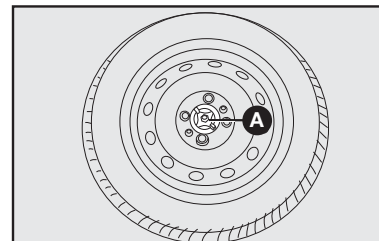

fig. 11
**14)** Coloque la rueda pinchada en el alojamiento de la rueda de repuesto, fijándola con el seguro **A-fig. 11**.